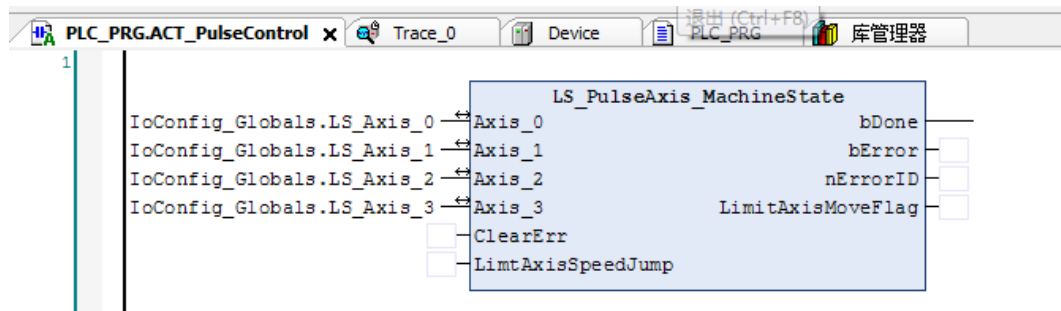

图 9.34 脉冲模块 PD606\_IO
- 2) 右击 PLC\_PRG 主程序，选择“添加对象”-“动作”，命名 PD606\_IO，负责脉冲方向模块和硬件 IO 处理模块，编程语言为梯形图 LD，在设备栏双击 PD606\_IO 进入程序编辑区，添加 PD606\_IO\_Cmd 模块并在指令中填上对应的轴号，如图 9.34 所示；